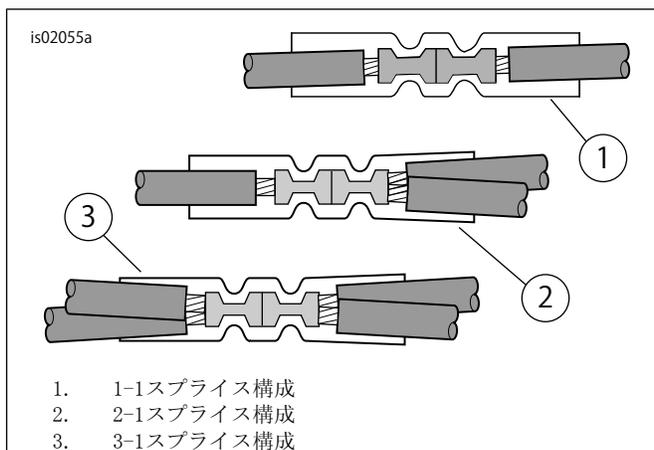
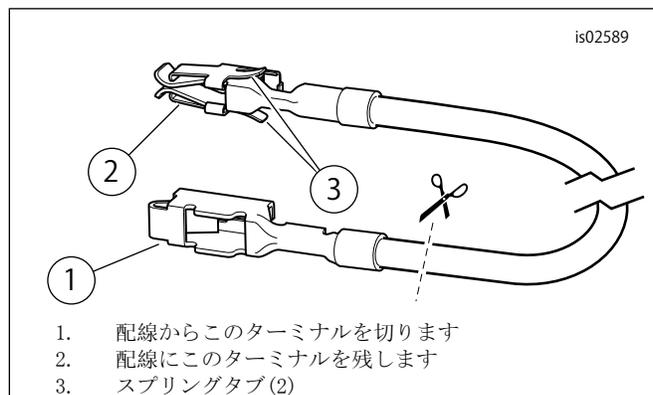
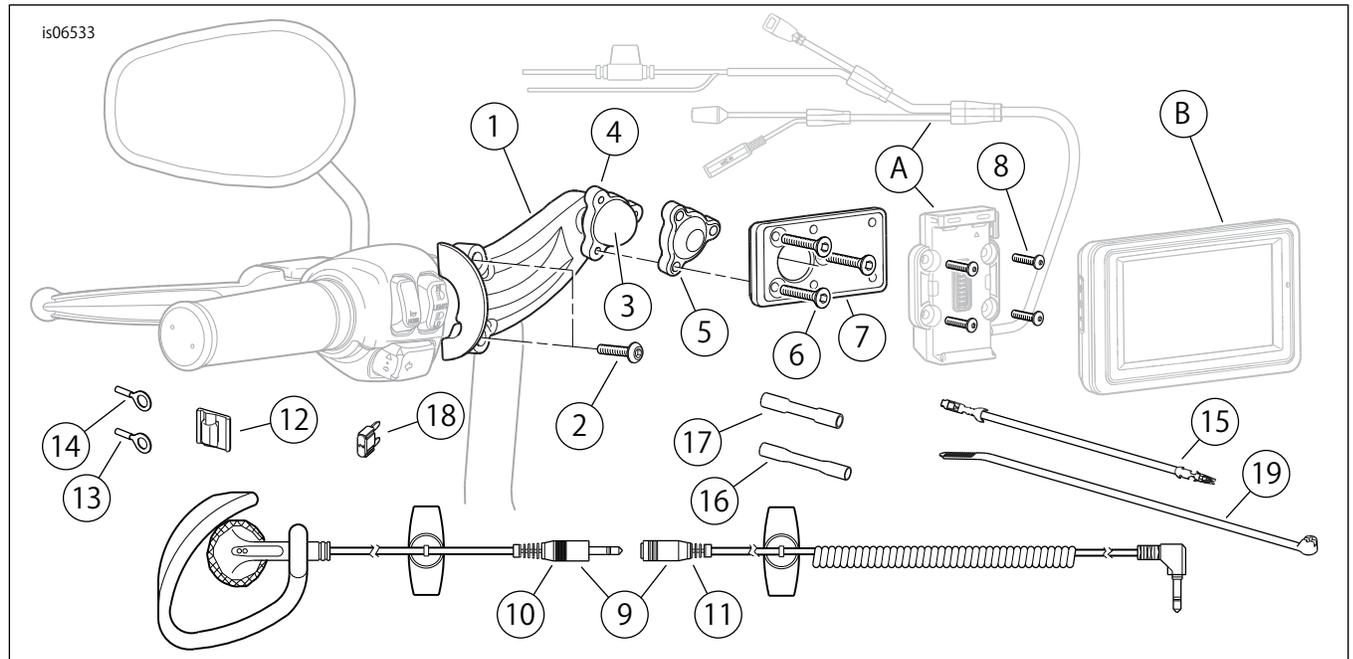

図6。スプラインの設定
図7。ヒューズブロックアダプターワイヤー(DynaとSoftail)
図16。Road Tech Zumo 660およびZumo 665 GPSハンドルバーマウントキットの交換用パーツ
4. 「図16」を参照してください。キットからシールドスプラインコネクタ(3)を取り出します。「図6」の「2-1スプライン構成」を参照します。サービスマニュアル付録の説明に従い、Zumoワイヤーハーネス電源リードをメインハーネスのオレンジ/白ワイヤーに接合します。
3. 「図16」を参照してください。キットからオレンジ/白ヒューズブロックアダプターワイヤー(15)を取り出します。各末端のターミナルを確認します(「図7」を参照)。スプリングタブ付きターミナルのみが、このヒューズブロックに適合します。ワイヤーから慎重に未使用のターミナルを切り取り、廃棄します。
- 「図16」を参照してください。キットから青色のシールドスプライスコネクター(17)を取り出します。「図6」の「1-1スプライス構成」を参照します。サービスマニュアル付録の説明に従い、Zumoワイヤーハーネス電源リードをアダプターのワイヤーに接合します。
- 「図16」を参照してください。キットの2Aヒューズ(18)を「オープン」ヒューズキャビティに挿入し回路を完成させます。
- 「図16」を参照してください。キットから青色のシールドスプライスコネクター(17)を取り出します。「図6」の「2-1スプライス構成」を参照します。サービスマニュアル付録の説明に従い、Zumoワイヤーハーネス電源リードを切断したオレンジ/白のワイヤーに接合します。
- 「図16」を参照してください。キットからオレンジ/白ヒューズブロックアダプターワイヤー(15)を取り出します。各末端のターミナルを確認します(「図7」を参照)。スプリングタブ付きターミナルのみが、このヒューズブロックに適合します。ワイヤーから慎重に未使用のターミナルを切り取り、廃棄します。
- 「図16」を参照してください。キットの2アンペアヒューズ(18)を「P&A IGN」ヒューズキャビティに挿入し回路を完成させます。
3. 「図16」を参照してください。キットから青色のシールドスプライスコネクター(17)を取り出します。「図6」の「2-1スプライス構成」を参照します。サービスマニュアル付録の説明に従い、Zumoワイヤーハーネス電源リードをメインハーネスのオレンジ/白ワイヤーに接合します。
- 「図16」を参照してください。オレンジ/白色のZumoハーネスワイヤーから余分な長さを切断します。キットから青色のシール付きスプライスコネクター(17)を使用して、ステップ4で取り付けしたアダプターワイヤーにワイヤーを接合します。
- 「図16」を参照してください。オレンジ/白色のZumoハーネスワイヤーから余分な長さを切断します。キットから青色のシール付きスプライスコネクター(19)を使用して、ステップ4で取り付けしたアダプターワイヤーにワイヤーを接合します。
- 「図16」を参照してください。キットから青色のシールドスプライスコネクタ(17)を取り出します。「図6」の「2-1スプライス構成」を参照します。サービスマニュアル付録の説明に従い、Zumoワイヤーハーネス電源リードをメインハーネスのオレンジ/白ワイヤーに接合します。